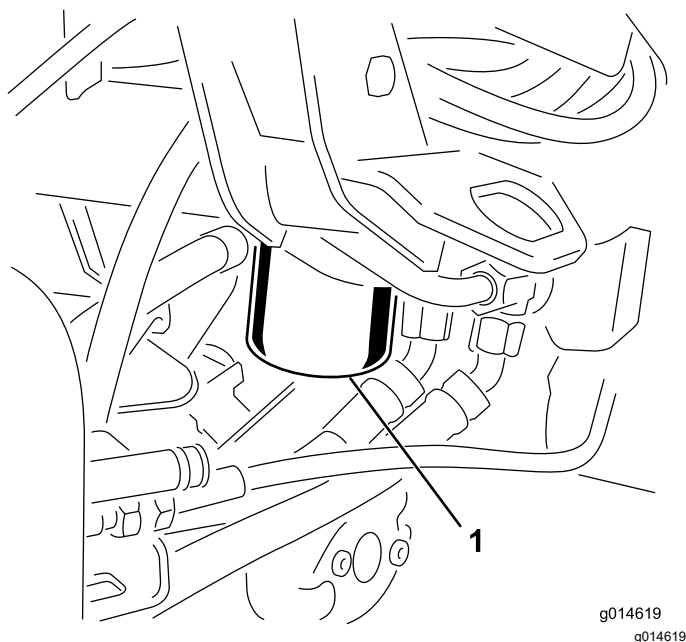

Figura 45
3. No lado direito da máquina, alinhe um recipiente de drenagem debaixo do filtro hidráulico (Figura 45).
5. Remova o filtro hidráulico antigo da cabeça do filtro e rapidamente instale o novo filtro hidráulico (Figura 45) rodando-o manualmente até que a junta entre em contacto com a cabeça do filtro, apertando em seguida o filtro mais 3/4 volta.